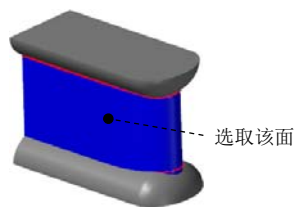

图 12.8.8 定义加工曲面
(3) 单击 **加工面...** 按钮，系统弹出提示“选择加工曲面(注意你的曲面法向)”；选取图 12.8.8 所示的曲面，然后单击“结束选择”按钮 ，系统弹出“选取加工曲面”对话框；单击 **执行 (Y)** 按钮，系统返回“多轴刀具路径-两曲线之间形状”对话框。